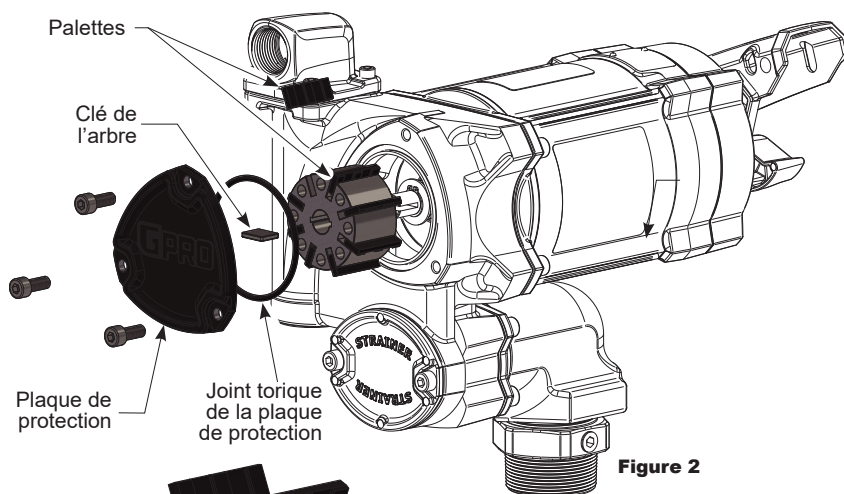

Figure 2
2. À l'aide d'une clé hexagonale de 6 mm, retirez la plaque de protection et le joint torique (voir figure 2).